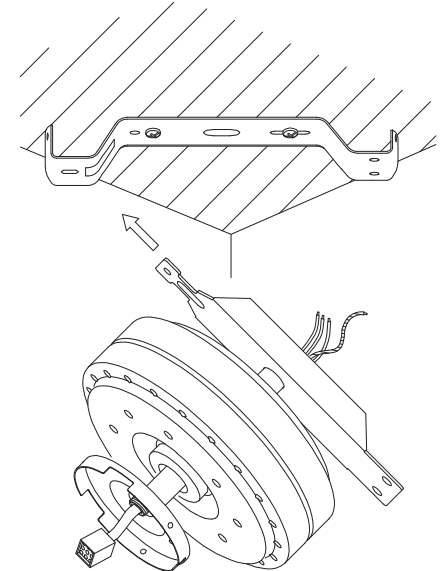

Fig. 5
Paso 2. Levante con cuidado el ensamblaje del motor/placa colgante del ventilador hasta la placa de montaje e inserte el ensamblaje en un extremo de la misma. Ver la **Fig. 5**.